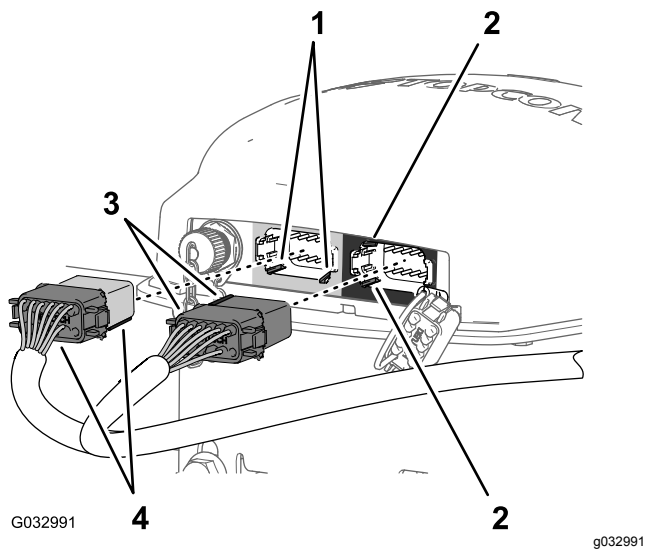

**Figura 158**
- Disponete la diramazione di 390 cm del cablaggio dati lungo il tubo destro del ROPS con il connettore a 12 prese (grigio) e il connettore a 12 prese (nero) in alto, verso il ricevitore di navigazione (Figura 158).
7. Fissate la diramazione di 390 cm del cablaggio dati al tubo destro del ROPS con 2 fascette per cavi, come illustrato nella **Figura 158**.